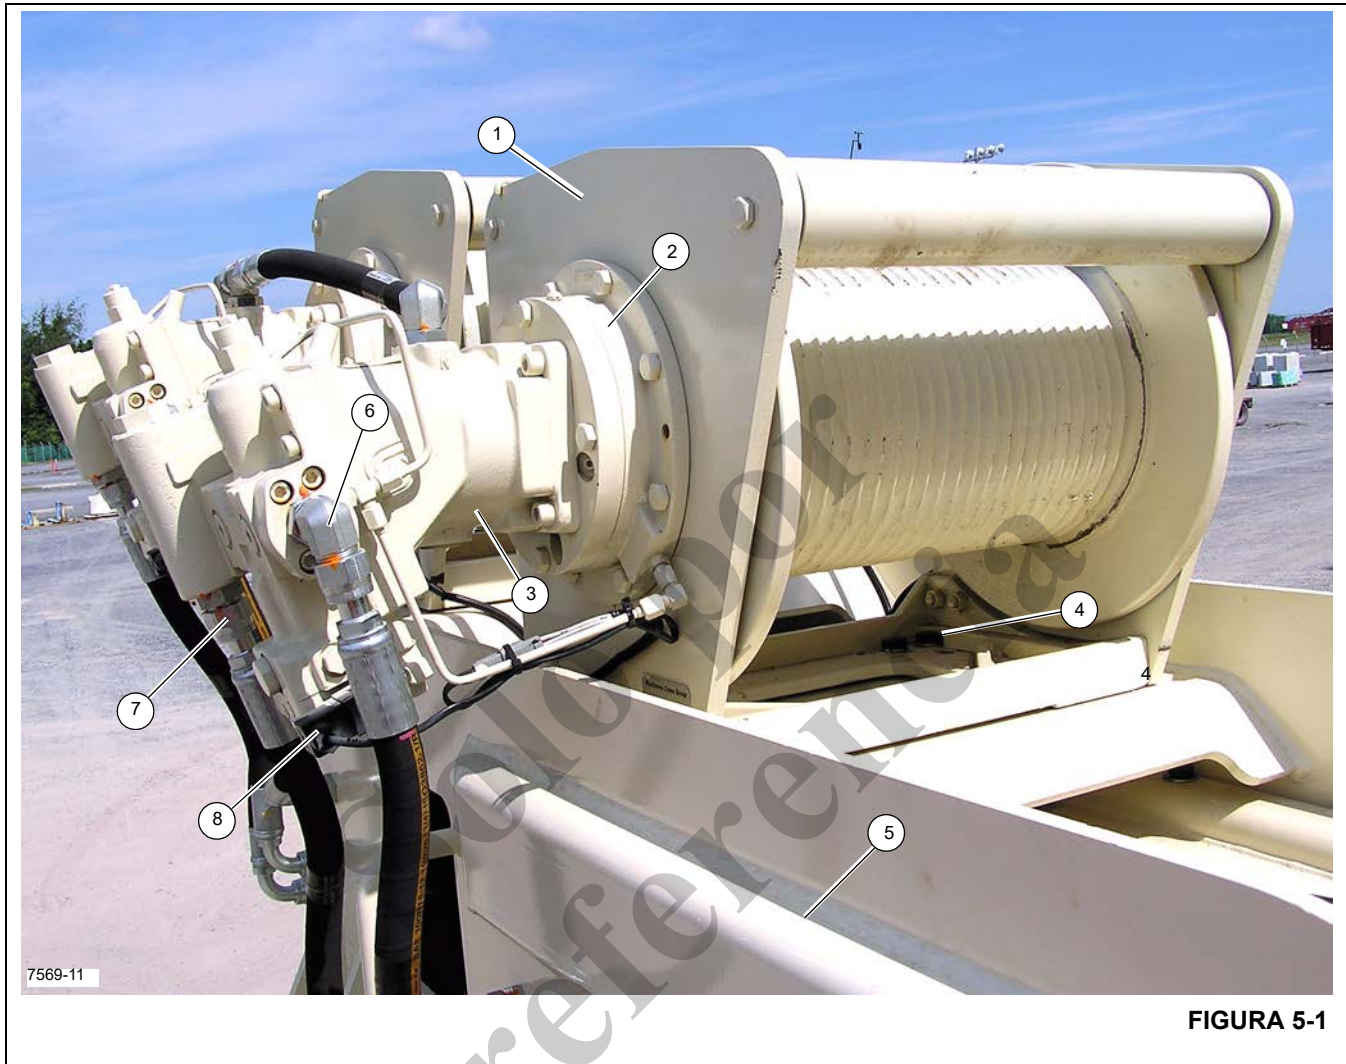

Figura 5-1 - Números de artículos
3. Etiquete y desconecte las líneas hidráulicas del malacate que se muestran en la Figura 5-1. Tape y tapone todas las aberturas del motor y de mangueras hidráulicas del malacate.
5. Saque los pernos de montaje (4, Figura 5-1) del malacate.